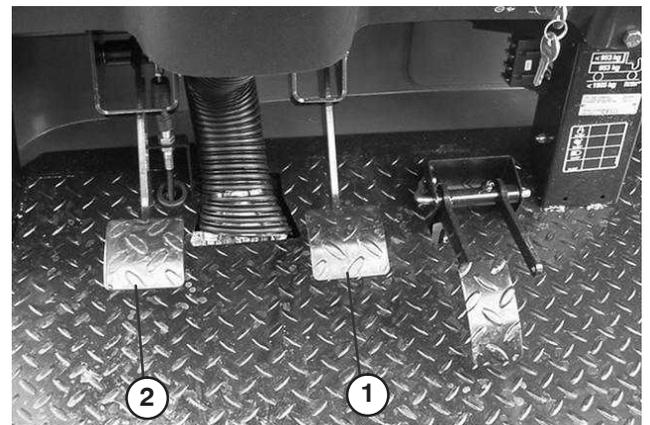

Bild 59
2. Heben Sie das Bremspedal an (Bild 59), bis es den Rahmen berührt.
3. Heben Sie das Kupplungspedal an (Bild 59), bis es den Rahmen berührt.